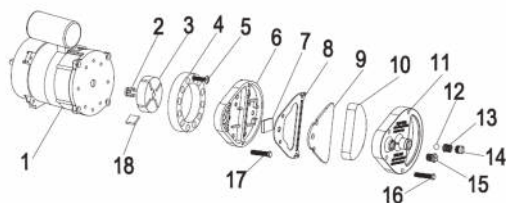

Рис. 3.
**Чистка воздушного фильтра:** Снимите торцевую крышку фильтра (11), помойте фильтр очистки воздуха (10) с помощью легких моющих средств и высушите его тщательно перед повторной установкой. Замена фильтра подачи воздуха (9) раз в год (Рис. 3).